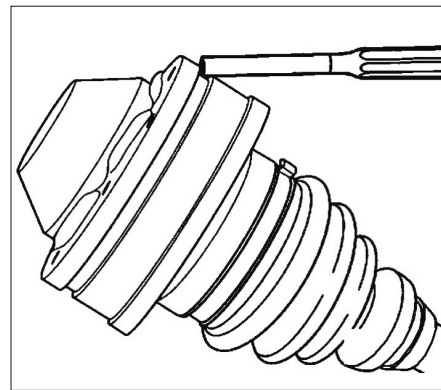

Fig. 5
- Déposer le couvercle (Fig.5).